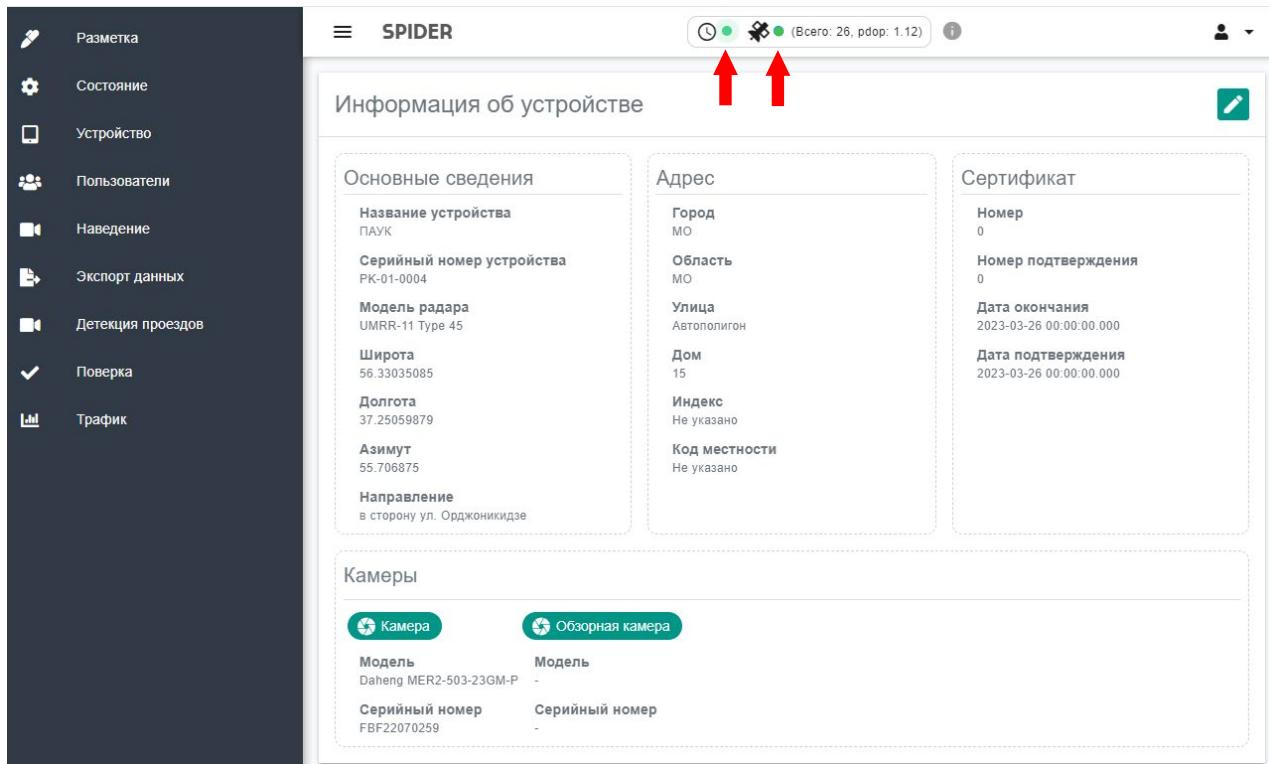

Рисунок 4 – Отображение статуса «Готов к работе» в WEB-интерфейсе ПО.
- Необходимо убедиться, что Система находится в состоянии «Готов к работе». Индикатор «Синхронизация времени» должен быть зеленым и количество спутников не менее 10 (см. рисунок 4).
6.7.1. Перед переводом ПО SPIDER в режим поверки убедиться, что Система находится в состоянии «Готов к работе». Индикаторы «Синхронизация времени» и «Прием спутниковых данных» должны быть зелеными (см. рисунок 4).
6.7.4.1. Для проверки времени проверить, что индикация соответствует состоянию «Готов к работе» (см. рисунок 4).
6.7.5.1. Проверить, что индикация соответствует состоянию «Готов к работе» (см. рисунок 4).
6.7.6.1. Для поверки координат проверить, что индикация соответствует состоянию «Готов к работе» (см. рисунок 4).